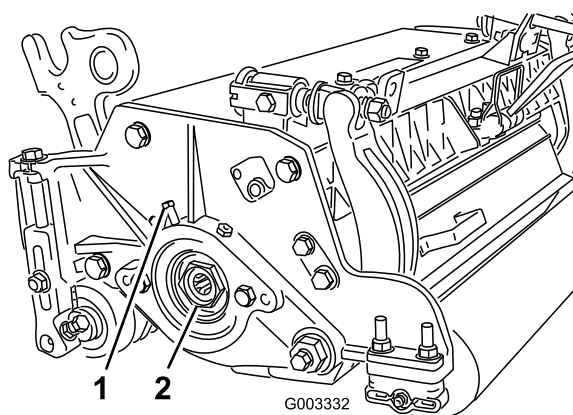

Bild 27
- A. Lösen Sie die externen Stellschrauben, mit denen die Einstellmutter des Lagers am Lagergehäuse links am Mähwerk befestigt ist (Bild 27).